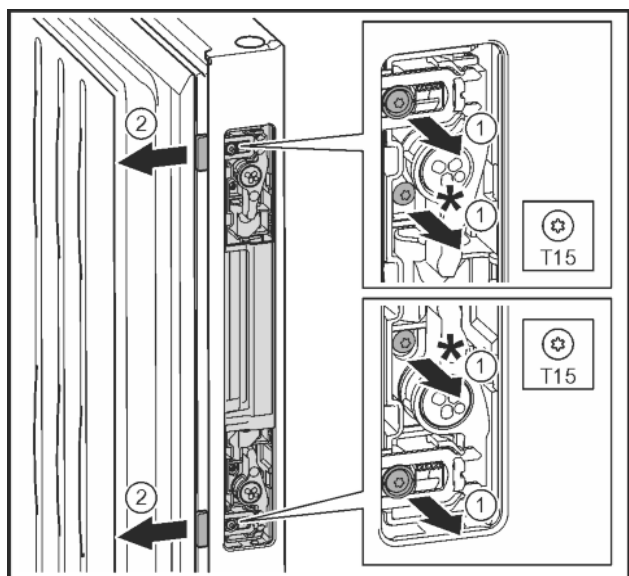

Fig. 30
- ▶ Wykręcić śruby wraz z szarą osłoną z tworzywa sztucznego przy pomocy śrubokręta T15 *Fig. 30 (1)*
- ▶ Wyciągnąć mocno zasuwę otwierania drzwi. *Fig. 30 (2)*